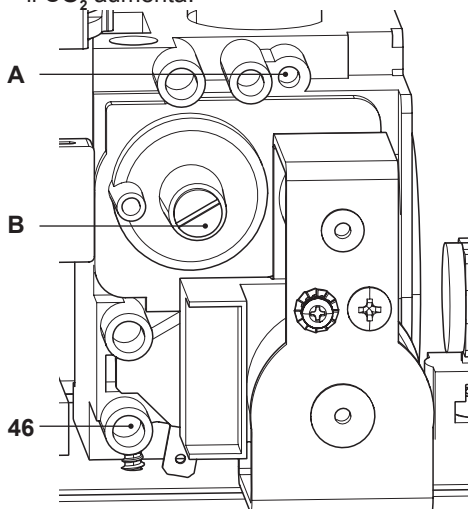

Figura 7.5
- A caldaia spenta (fuori servizio), controllare la pressione di alimentazione utilizzando la presa 46 in Figura 7.5 e confrontare il valore letto con quelli riportati nella tabella Pressioni di alimentazione gas nella sezione "Dati tecnici" pag. 26.
- Richiudere bene la presa di pressione 46 in Figura 7.5.
- Per tarare il  $\text{CO}_2$  della caldaia (pressione del gas al bruciatore) svitare completamente il tappo in ottone di protezione B e agire sulla vite a brugola  $\varnothing$  4 mm sottostante Figura 7.5, girando in senso orario il  $\text{CO}_2$  aumenta.
- Se i due dati non coincidono agire sulla vite regolazione massimo RQ (A in Figura 7.5) della valvola gas e tarare il  $\text{CO}_2$  allo stesso valore riportato nella sezione "Dati tecnici" in tabella "Dati in sanitario" pag. 26 (modello **M261.1616SV**) e pag. 30 (modello **M261.2025SV**). Girando in senso orario il  $\text{CO}_2$  diminuisce.